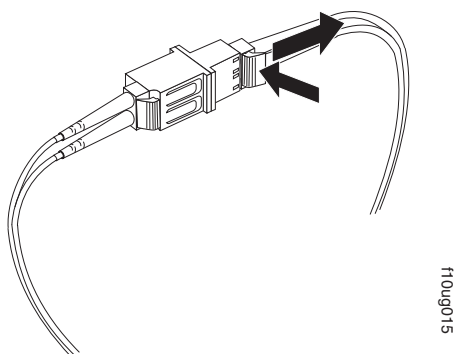

Figura 34. Removendo o Cabo Fibre Channel LC-LC de um Adaptador de Cabo Fibre Channel LC-SC
2. Puxe cuidadosamente o conector para removê-lo. Assegure-se de segurar pelo conector e não pelo cabo ao remover o cabo LC-LC do adaptador do cabo LC-SC, conforme mostrado na Figura 34.